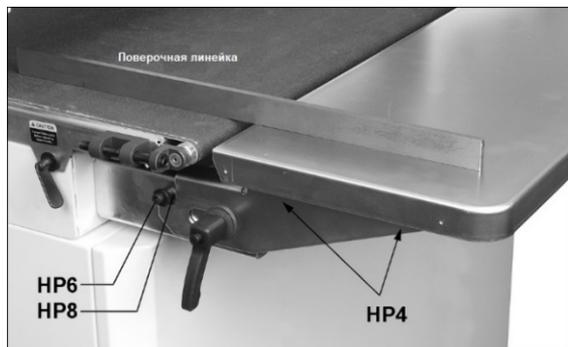

Рис. 6-4: выравнивание удлинения стола
7. Опустите барабан, чтобы зафиксировать поверочную линейку. См. Рис. 6-4. Поднимайте стол подачи/разгрузки, пока его поверхность не будет чуть ниже ленты транспортера. Затяните винты на этой стороне.